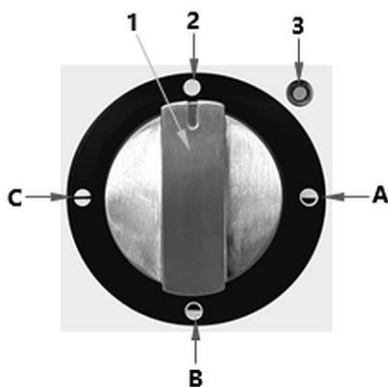

Abb. 5 - Funktionsregler
Durch Drehen des **Funktionsreglers** (1, Abb. 5) auf dem Bedienfeld ist es möglich, nur das obere Heizelement „A“, nur das untere Heizelement „B“ oder beide Heizelemente „C“ gleichzeitig einzuschalten.
1. Stellen Sie den Funktionsregler (1, Abb. 5) auf die Einstellung „C“ (Ober-/Unterhitze).
2. Drehen Sie den Temperaturregler (6) auf den maximalen Wert.
1. Wählen Sie mit dem Funktionsregler (1, Abb. 5) den gewünschten Heizmodus.
2. Drehen Sie den Funktionsregler (1, Abb. 5) auf die AUS-Position (2).